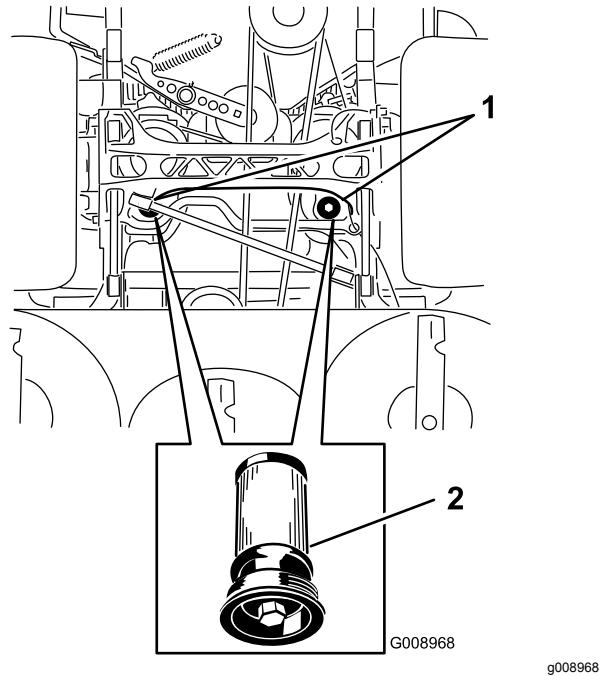

Figura 90
5. Coloque un recipiente debajo del filtro, retire el filtro usado y límpie la superficie (Figura 90).
- 6. Aplique una capa fina de fluido hidráulico a la junta de goma del filtro nuevo (Figura 90).